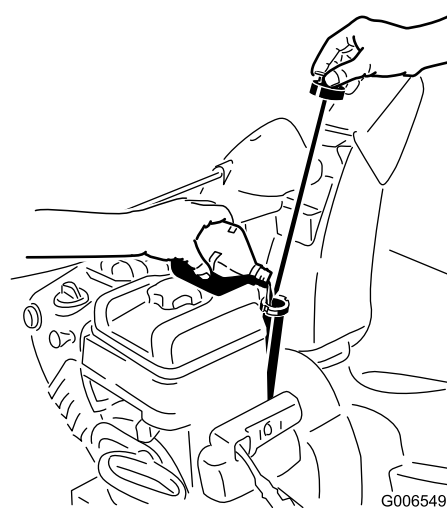

Figura 18
1. Togliete l'asta di livello e versate **lentamente** l'olio nel tubo di riempimento fino a portarne il livello al segno di pieno (Full) sull'asta. **Non riempite troppo** (Figura 18). Vedere Controllo del livello dell'olio motore nella sezione Manutenzione.